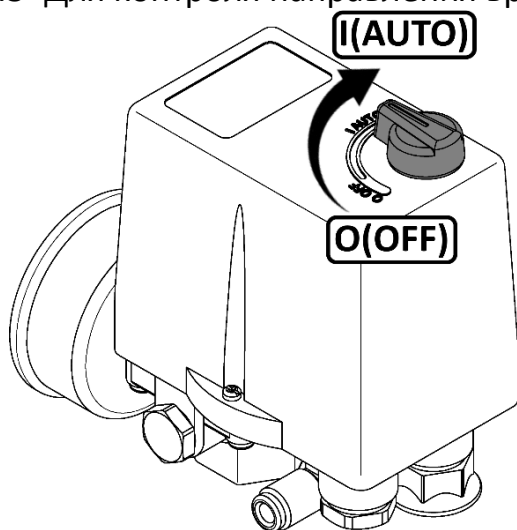

Рисунок 4
- Проверьте, чтобы выключатель на прессостате находился в выключенном положении "OFF" или "0", в зависимости от исполнения (см. рисунок 4).
- 1 Выключить компрессор выключателем на прессостате. Для этого необходимо переключить выключатель в положение "OFF" или "O", в зависимости от исполнения (см. рисунок 4). После этого остановится электродвигатель и произойдет сброс давления из нагнетательного воздухопровода и поршневого блока.